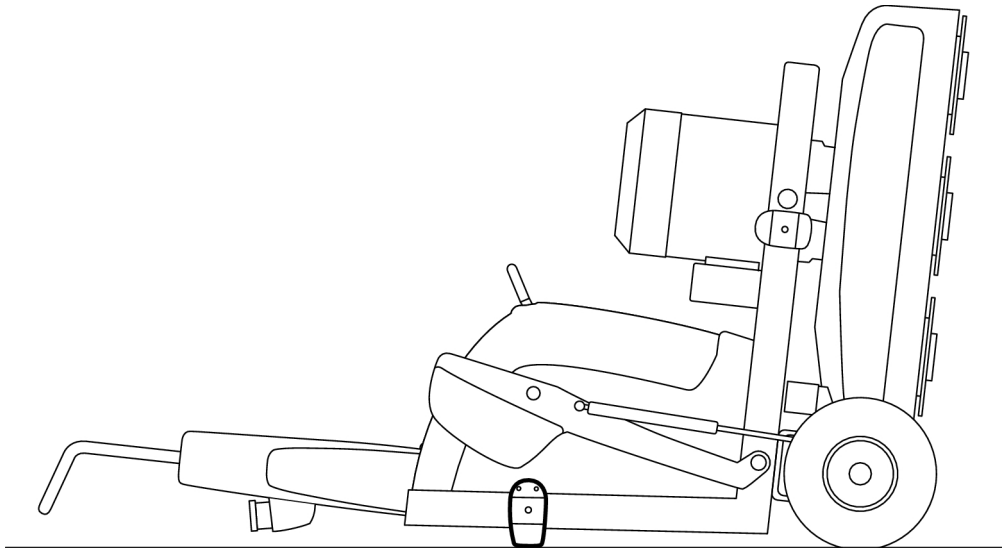

Figura 4-11. Bloqueo de masas en el suelo
4. Volcar más la máquina hacia atrás, hasta que toda la máquina llegue al suelo, ver Figura 4-11, página 23.